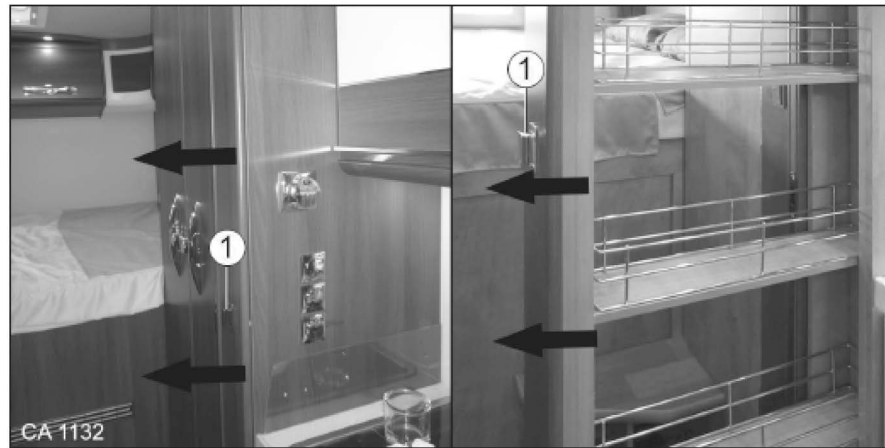

Fig. 103 Grand rangement coulissant variante 1
1. Ouvrir la fermeture push-lock (Fig. 103/1) (consulter le chapitre 6.12.2).
2. Fermer la fermeture push-lock (Fig. 103/1) (consulter le chapitre 6.12.2).